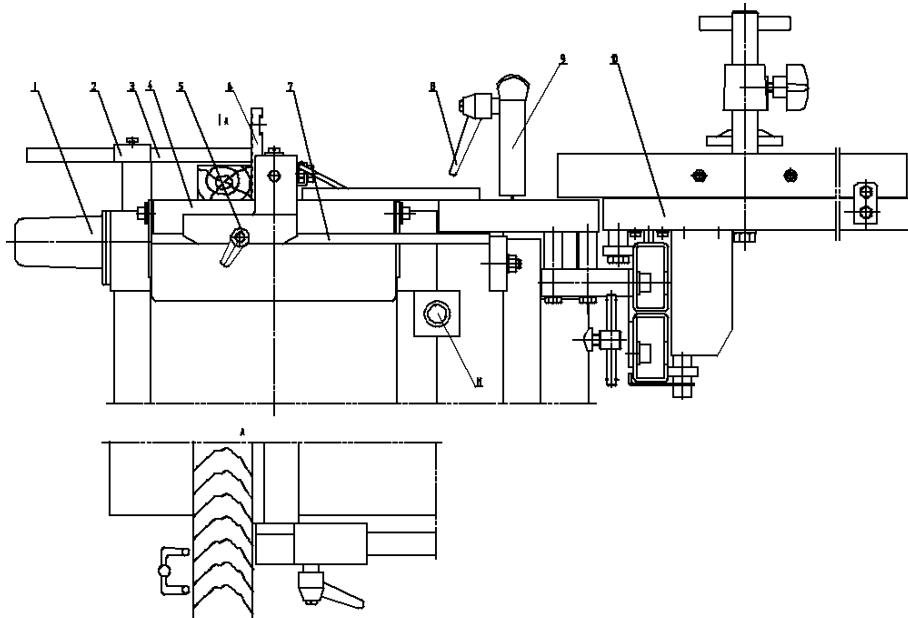

Рис.9
## Строгание поверхности (Рис.9)
Предупреждение: Поверните гладкую поверхность направляющей 7 влево (Рис.9) для демонтажа пилы, сверла и кожуха фрезы.
- Оператор во время работы занимает положение, указанное на Рис. 9.
- В случае внезапной неполадки или несчастного случая нажмите кнопку Е (11).
**шпинделя 1 и крышку 9 (Рис.9)**
- Снимите лезвие пилы, поставьте крышку 9, как показано на Рис. 9.
- Снимите кожух вала 1 (Рис.9).